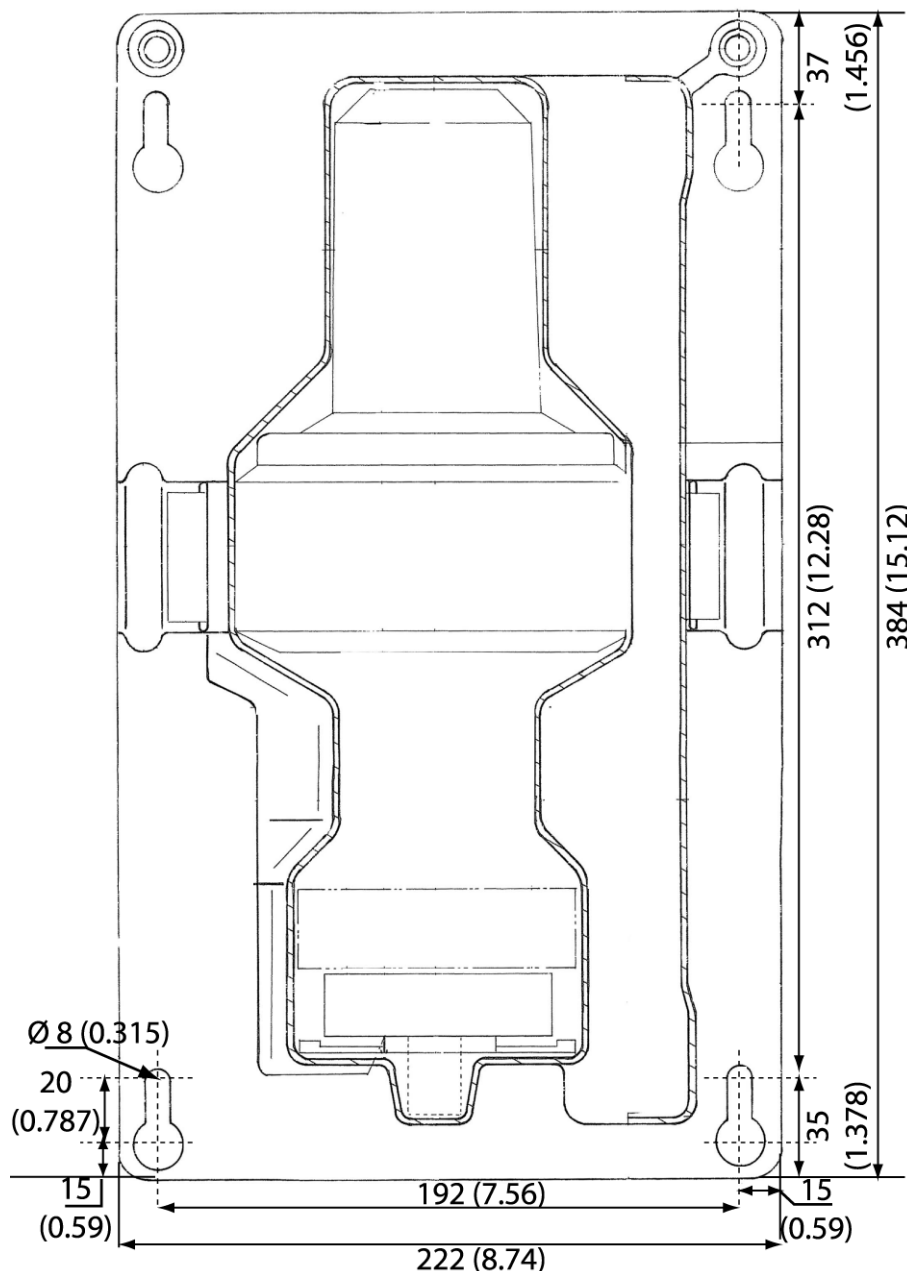

Figure 14 - Masque de perçage du support
- (1) Percer la cloison en respectant le masque de perçage (Voir Figure 14 - Masque de perçage du support).
- (2) Visser les quatre vis.
- (3) Placer le support en le faisant glisser sur les têtes des quatre vis.
- (4) Sécuriser les deux vis supérieures à l'aide des deux goupilles.